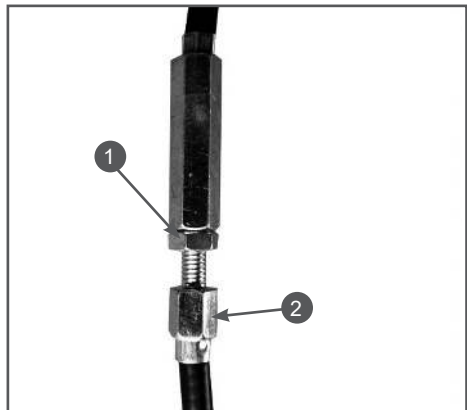

Рис. 40. Регулировка длины троса включения хода
1. Ослабьте контргайку 1 (Рис. 40).
2. Закрутите или открутите регулировочный винт 2 (Рис. 40).
3. Затяните контргайку 1 (Рис. 40).